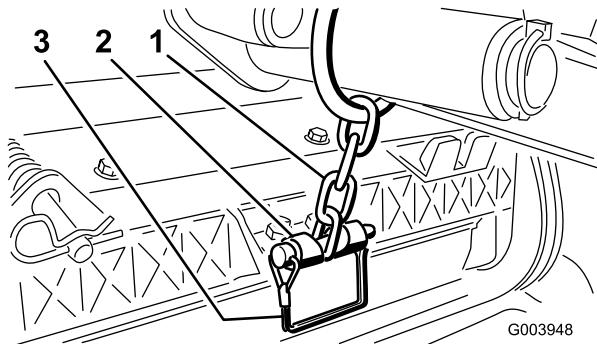

図 10
12. スナッパ・ピンを使って、昇降アームのチェーンを昇降アームに固定する（図 10）。カッティングユニットのオペレーターズマニュアルに従って、決められたリンクを使用すること。